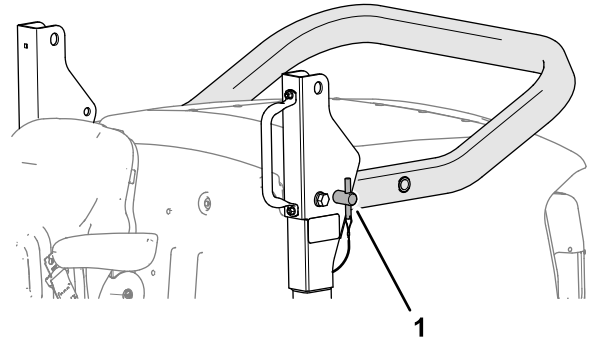

Bild 23
2. Entfernen Sie die Überrollbügelstifte aus den Schwenkhalterungen (**Bild 23**).